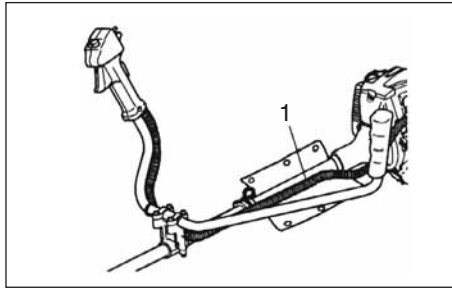

Fig. 1-3B
Unhook the hip pad and wrap the tubed stop cords and throttle wire (1) with it. (Fig. 1-3B)
Déclipser le protecteur de hanches et y envelopper les fils de marche-arrêt dans leur tube ainsi que le câble de commande des gaz (1). (Fig. 1-3B)
Sganciare il cuscinetto di fianco e ci avvolgere i cordoni d'arresto forniti di tubo come pure il filo a farfalla (1) (Fig. 1-3B)
Öffnen Sie die Druckknöpfe und legen Sie den Kabelbaum und den Gaszug in die Manschette. (1) ein. (Fig. 1-3B)
Desengánchese el cojín de cadera y envuélvanse dentro los cordones de parada entubados así como el alambre de estrangulación (1) (Fig.1-3B)
Frigör ändkudden och linda ihop de inkapslade kortslutningskablar och gasspjällets ledning (1) med ändkudden. (Fig.1-3B)